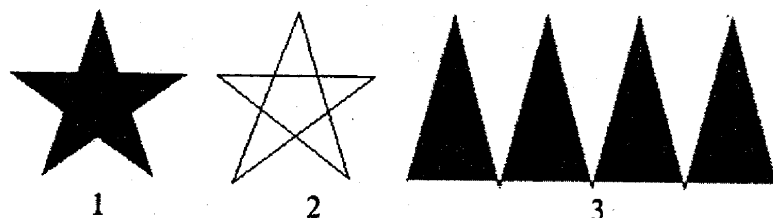

Рис.8 Образцы фигур
2. Нарисуем первый многоугольник (Рис.8). На панели инструментов дважды